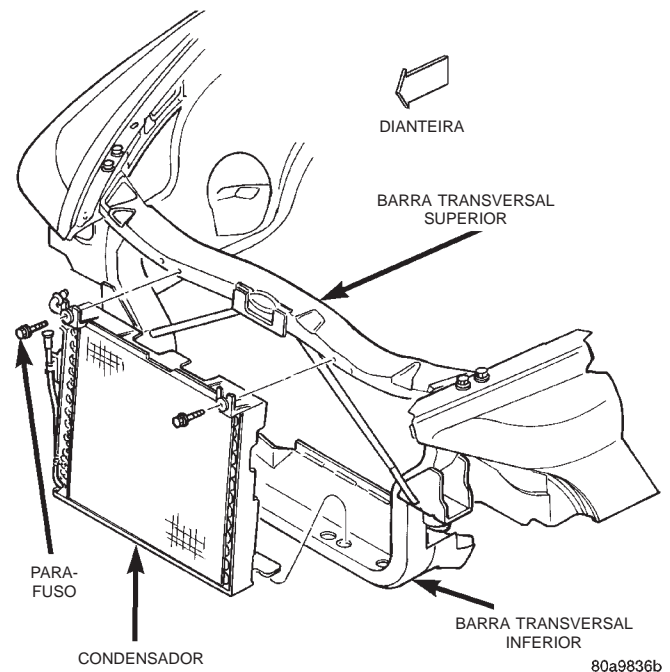

Fig. 35 Remoção/Instalação do Condensador
(6) Em modelos equipados com motor V-8, remova o radiador do compartimento do motor. Consulte o Grupo 7 “SISTEMA DE ARREFECIMENTO” para obter os procedimentos.
(7) Remova os dois parafusos que prendem o condensador à face externa da barra transversal superior do radiador (Fig. 35).